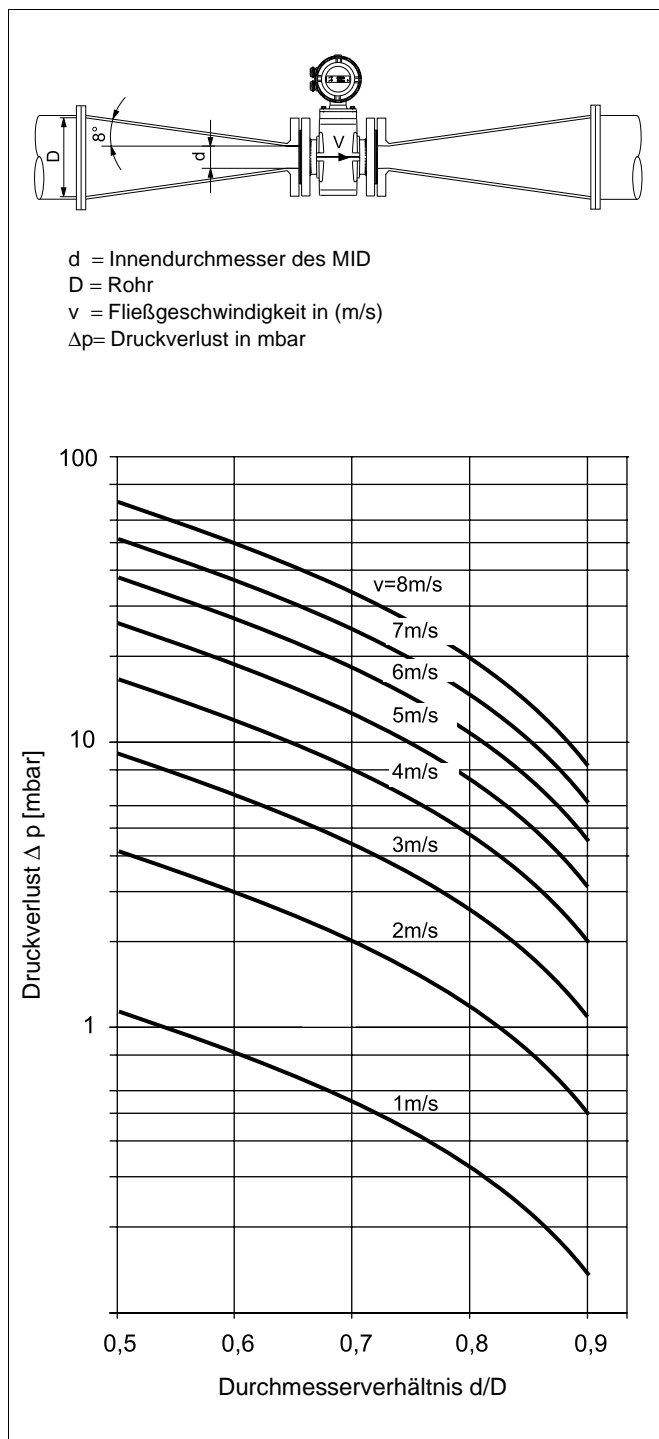

Abb. 11 Nomogramm zur Druckverlust-Berechnung für MID Flanschübergangsstück mit  $\alpha/2 = 8^\circ$
Der Durchflussaufnehmer kann ohne weiteres in Rohrleitungen größerer Nennweiten über Reduzierstücke (z. B. Flanschübergangsstücke nach DIN 28545) eingebaut werden. Die durch die Reduzierung entstehenden Druckverluste können dem Diagramm Abb. 11 entnommen werden. Bei der Ermittlung des Druckverlustes ist wie folgt vorzugehen:
3. In der Abb. 11 kann der Druckverlust - über die X-Achse "Verhältnis  $d/D$ " und der Fließgeschwindigkeit - auf der Y-Achse der Druckverlust abgelesen werden.